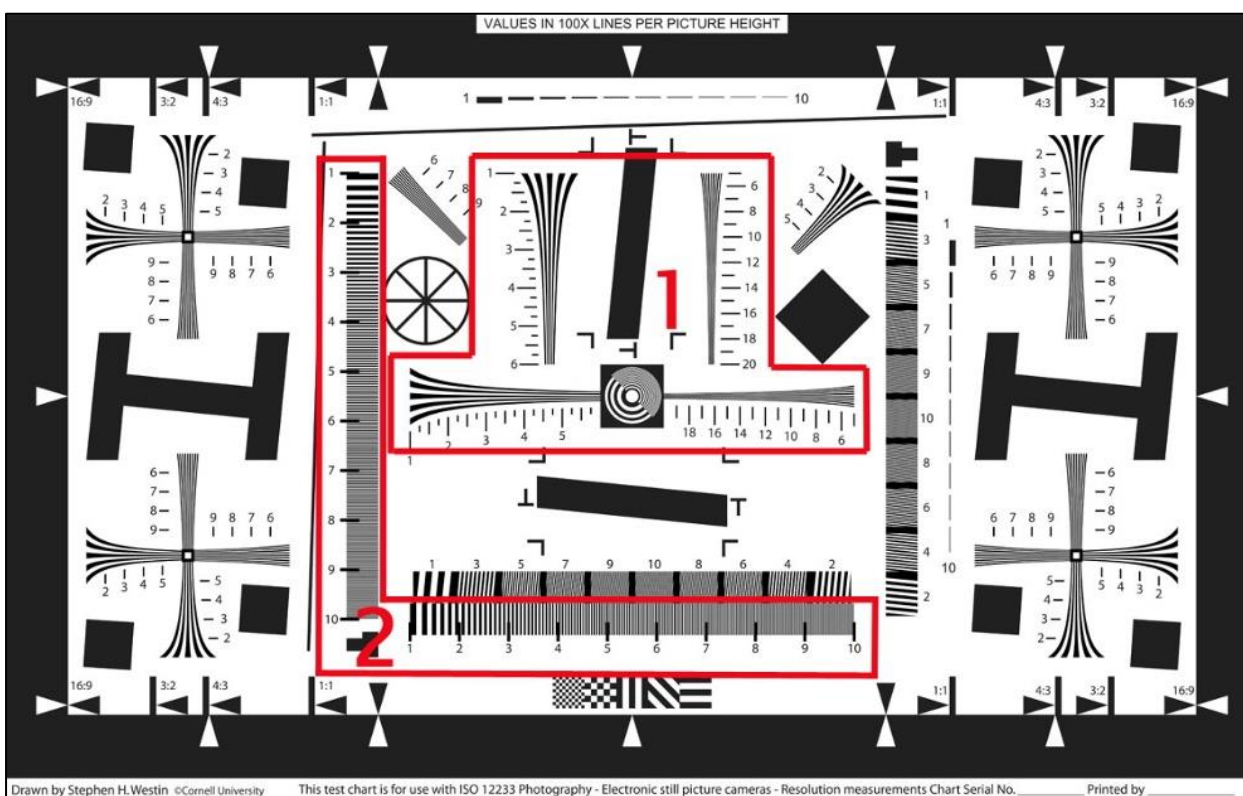

Abbildung 1 Testchart nach ISO 12233
- a) Die Auflösung für das Testbild nach ISO 12233 soll sowohl in horizontaler wie auch vertikaler Richtung als Ortsfrequenz R in Lp/mm bestimmt werden. Ermitteln Sie dazu in dem Bereich 1 (siehe Abbildung 1) die Grenze, ab der die einzelnen Linien in den „Trompeten“ nicht mehr unterschieden werden können. Geben Sie die Grenzen R_{hor_grenz} und R_{vert_grenz} an, und zwar den objektseitigen (R) und bildseitigen (R') Wert!
- b) Messen Sie die Kurve für die horizontale Modulationsübertragung. Ermitteln Sie hierzu aus dem Bild der Strukturen im Bereich 2 (Abbildung 1) die bildseitige Modulation (Kontrast) der Liniengitterstrukturen, die verschiedene Ortsfrequenzen haben.